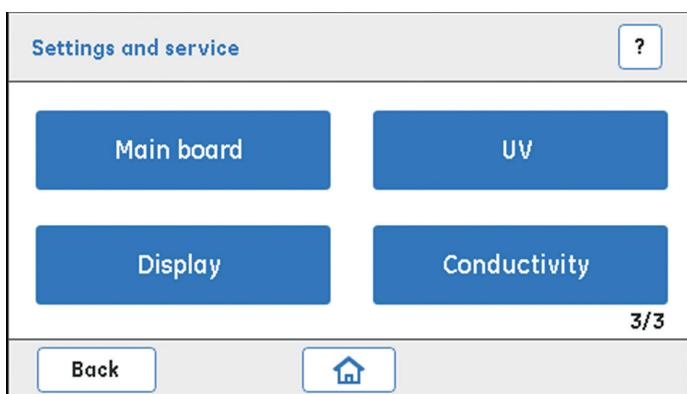

图 8. ÄKTA start 有多种设置和服务选项，可从显示屏轻松访问。帮助按钮 [?] 为当前活动页面提供指导。
a) **快速启动 (Quick start):** “即开即用”的方法模板可基于亲和层析 (AC)、离子交换层析 (IEX)、凝胶过滤 (GF) 和脱盐 (DS) 技术纯化常规蛋白。表 1 中提供了应用示例。方法内已经对层析柱体积、流速、平衡、洗脱模式和收集体积等运行参数进行了预设。用户只需输入进样体积，并确保系统连接了 U 盘即可。使用快速启动方法时，样品通过泵来进样。
4) 设置和服务 (Settings and Service): 用于配置、校准、故障排除以及诊断 ÄKTA start 的各个组件 (图 8)。对于列出的部件，可以使用重要的诊断测试、校准设置和自维护程序。